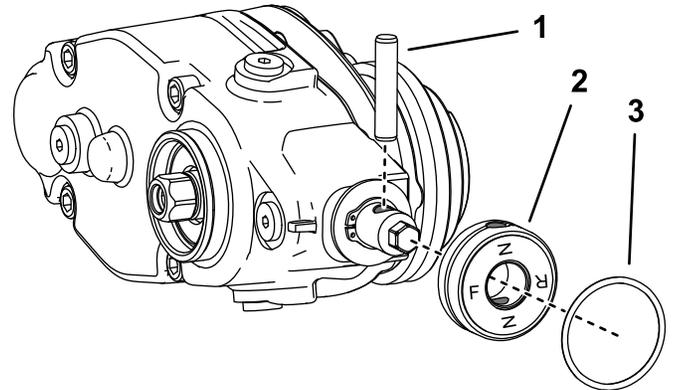

図 14
7. 左側にグーマを取り付ける場合は、以下の作業を行ってください 図 14